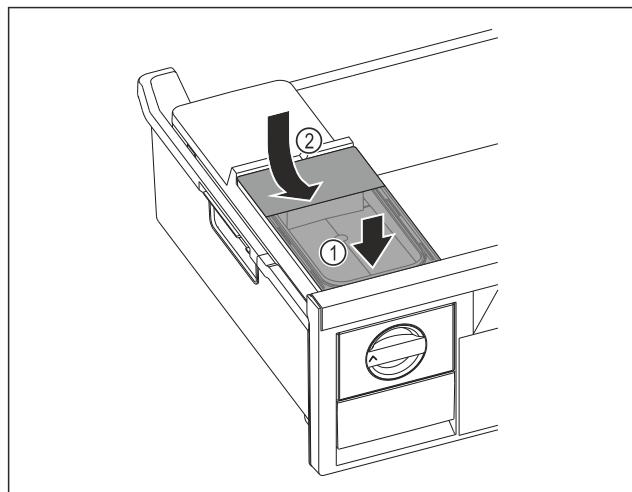

Fig. 76
- Nádržku na vodu nasadte vpred. Fig. 76 (1)
- Nádržku na vodu spusťte vzadu. Fig. 76 (2)